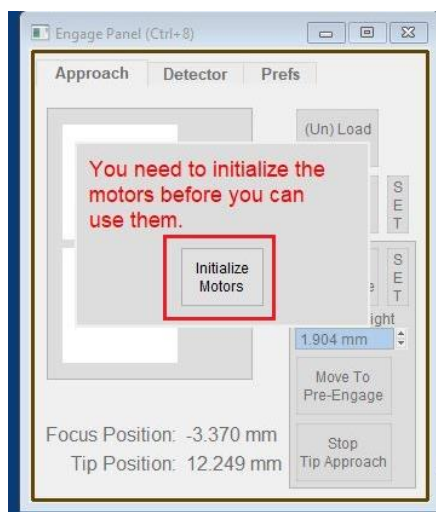

图 6-7
- (7) 将 Scanner 推回初始位置，并将其右侧的黑色把手拉下，确认物镜的聚焦校正环(图 6-7) 对应在 1.5 的位置，关上隔音罩。
- （9）初始化样品台。每次重新启动控制器时，系统会在 Engage Panel 自动提示初始化，取下扫描器上安装好的 holder（如有），点击“Initialize Motor”按钮，如图 6-7（如果没有重新启动控制器，则无此步骤）：